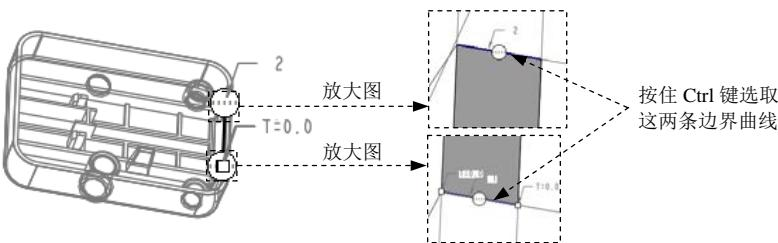

图 20.24 定义边界曲面 6
- (1) 按住 Ctrl 键，选取合并面组 6 和边界曲面 5。
- (2) 单击 **分型面** 操控板中 **编辑** ▾ 区域的 **合并** 按钮，此时系统弹出“合并”操控板。
- (3) 在操控板中单击 **选项** 按钮，在“选项”界面中选中 相交 单选项。
- (4) 在“合并”操控板中单击 **√** 按钮。
Step18. 创建图 20.24 所示的边界曲面 6。
- (1) 单击 **模型** 功能选项卡中的 **切口和曲面** ▾ 按钮，在系统弹出的菜单中依次单击 **曲面** ▾ → **边界混合**，系统弹出“边界混合”操控板。
- (2) 定义边界曲线。按住 Ctrl 键，依次选取图 20.24 所示的两条边界曲线。
- (3) 在操控板中单击 **√** 按钮，完成边界曲面 6 的创建。